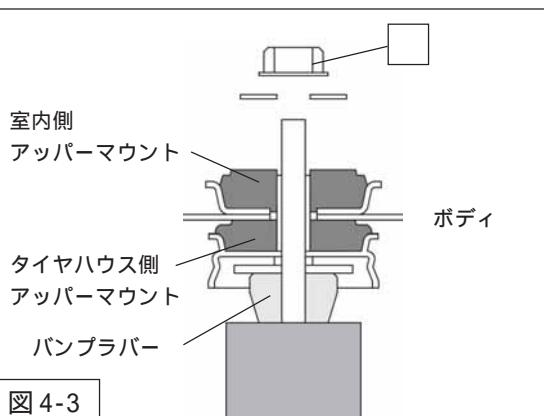

図4-3
5. ジャッキをストロークさせ、タイヤハウス側アッパーマウントをバンプラバーで押し、シャフト先端を室内側アッパーマウントから出してください。（図4-3）